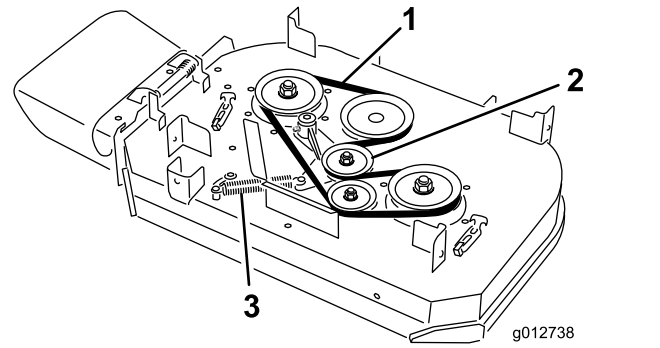

Figura 63
4. Retire a mola do perno do fixador no braço intermédio (Figura 63).
5. Retire a correia do cortador gasta (Figura 63).
6. Instale a nova correia do cortador em torno da polia da embraiagem, das polias da plataforma e da polia intermédia (Figura 63).
7. Instale a mola no perno do fixador no braço intermédio (Figura 63).
- 8. Instale a mola no perno do fixador no braço intermédio (Figura 63).